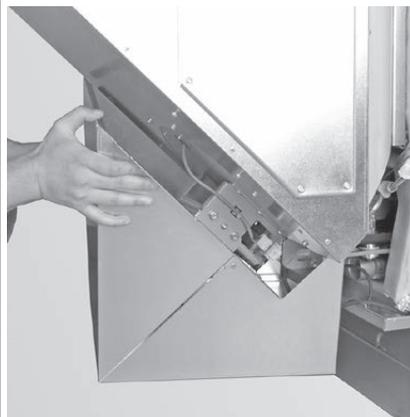
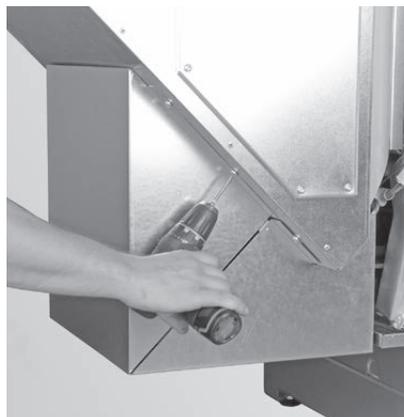

Fig. 55 Agganciare la copertura
Fig. 56 Serrare le viti
- ▶ Riagganciare la copertura e serrare le viti – Fig. 55, Fig. 56.